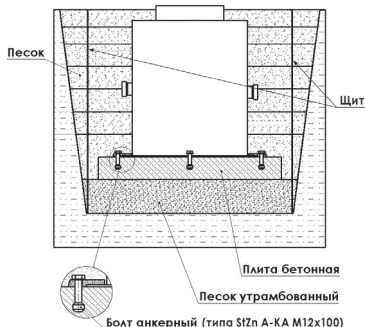

Рис. 3 Расположение бетонной плиты
Открыть котлован под установку в соответствии с габаритными размерами и рекомендациями (см. таблицу №1). Основание котлована должно быть ровным и строго горизонтальным. При возможных перекопах основания котлована производить подсыпку песком с уплотнением водой. Для предотвращения обрушения стен котлована их необходимо закреплять щитами с распорками по мере углубления, или производить отрывку котлована с устройством откосов. Заложение откосов зависит от типа грунта (см. рис.3).
- на заранее отлитую бетонную плиту на месте (см. рис.3)
- на готовую приобретенную бетонную плиту (см. рис.3)